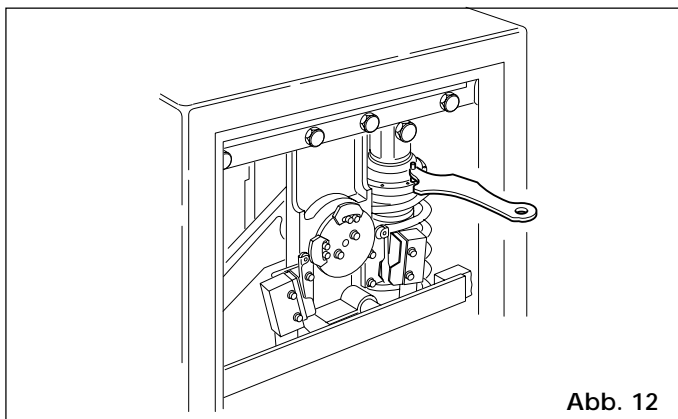

Abb. 12
- 2) Die Vorspann-Nutmutter gem. Abb. 12 mit entsprechendem Schlüssel einstellen.